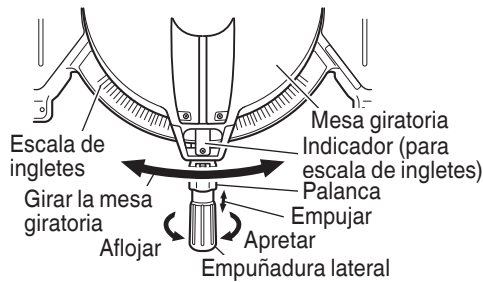

Fig. 23
- (1) Afloje la empuñadura lateral y empuja la palanca para los toques de ángulo. Luego, ajuste la mesa giratoria hasta que el indicador se alinee con el ajuste deseado de la escala de ángulos de inglete (Fig. 23).
- (2) Vuelva a apretar la empuñadura lateral para asegurar la mesa giratoria en la posición deseada.